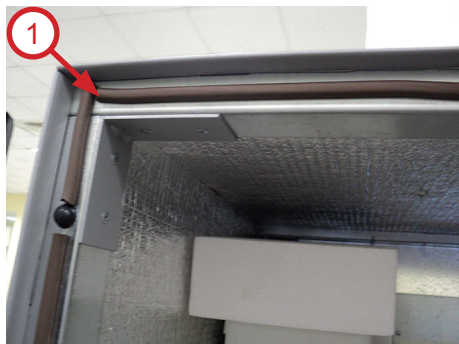

Рисунок 2 - Автомат по продаже напитков ROSSO. Монтаж утеплителя
- На дно автомата установить пенополистирольную плиту (см.рис.2, поз.2);
- На боковые левую и правую стенки автомата приклеить теплоизоляторы (см.рис.2, поз.3) из комплекта поставки;